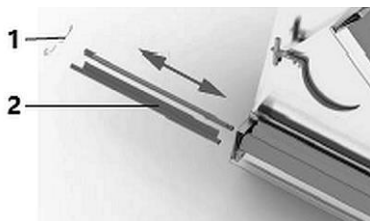

Fig. 9
- løsn fjedrene (1, fig. 9) på de nederste ruller;
- fjern tætningerne (2) fra deres fatninger;